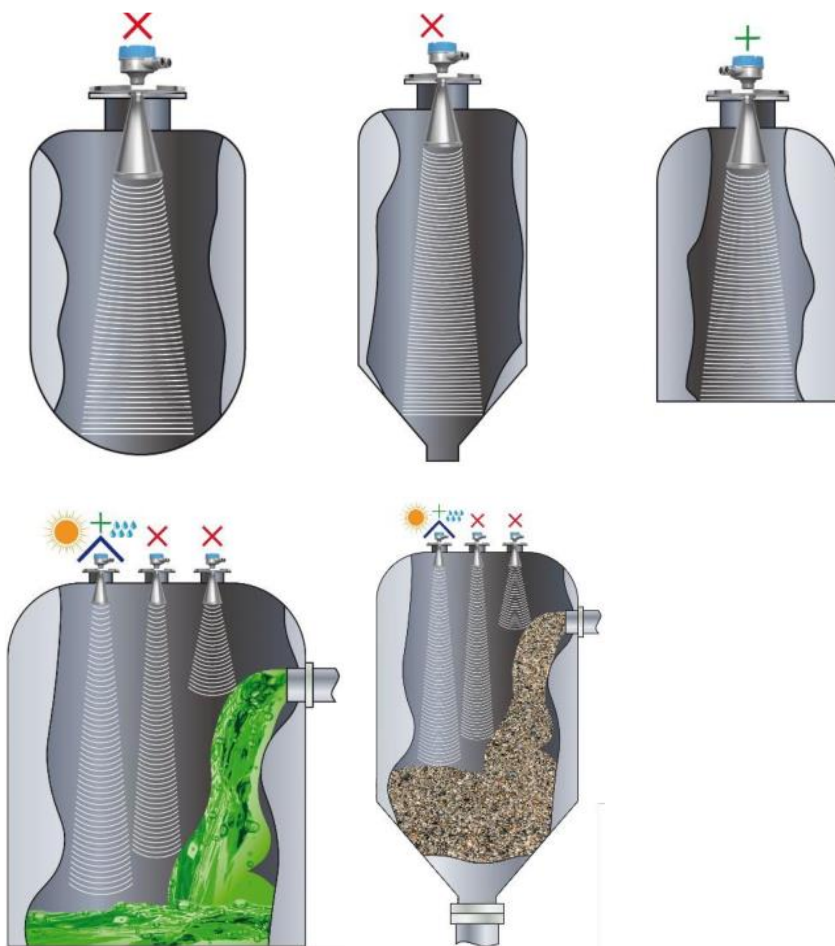

Рисунок 3.1 – Монтаж УР-31
- устанавливать УР-31 на резервуарах с плоским дном (рисунок 3.1);
- исключить попадание каких-либо объектов в зону распространения радиолуча (рисунок 3.1);
- УР-31 не устанавливают непосредственно над потоком, заполняющим резервуар (рисунок 3.1);
- объекты, создающие турбулентность, отверстия для слива (наполнения) резервуара не должны попадать в зону распространения радиолуча (рисунок 3.1);